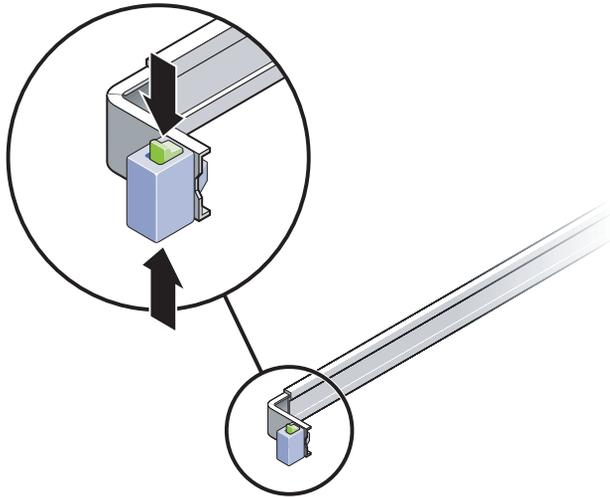

ABBILDUNG 3-34 Entsperrern der Schienenbaugruppe
2. Entriegeln Sie die Schienensperren (ABBILDUNG 3-34) an der rechten und linken Seite des Servergehäuses und ziehen Sie den Server langsam bis zum Anschlag der Schienen aus dem Rack.